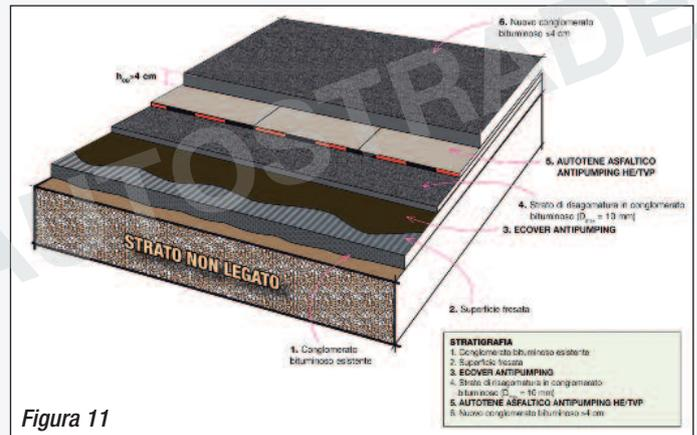

Figura 11
- ◆ rinforzo e impermeabilizzazione di una vecchia pavimentazione stradale mediante applicazione, su strato di risagomatura in conglomerato bituminoso a caldo, di geocomposito rinforzato tipo Autotene Asfaltico Antipumping HE/TVP (Figura 11).